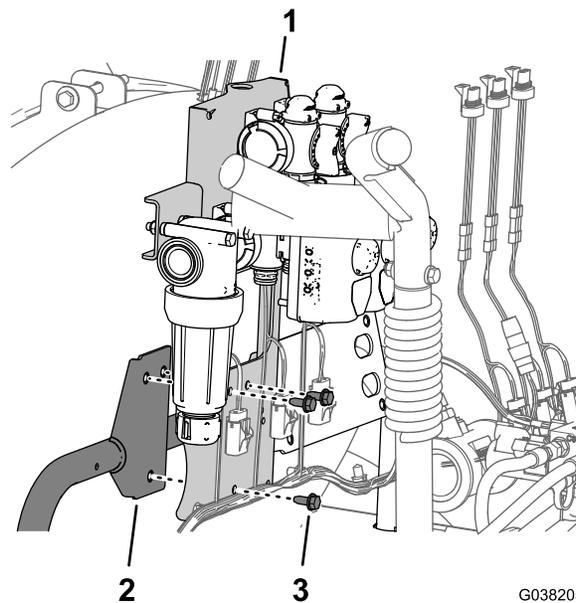

Figure 48
1. Placez les 3 trous de la patte de fixation des vannes d'agitation, de débit et de pulvérisation générale devant le support (Figure 48).
2. Fixez la patte des vannes d'agitation, de débit et de pulvérisation générale sur le support (Figure 48) à l'aide des 3 boulons à embase (5/16" x 3/4") que vous avez retirés à l'opération 1 de Dépose des vannes d'agitation, de débit et de pulvérisation générale de la machine (page 15).